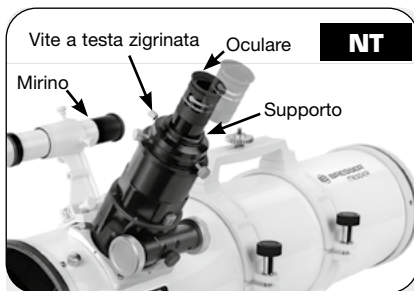

Fig. 10a: Inserire l'oculare nel supporto e serrare le viti a testa zigrinata.
10. Inserire l'oculare: Modelli NT (Fig. 10a): Sollevare e rimuovere il cappuccio antipolvere dal portaoculare sul gruppo foceggiatore. Mettere da parte il cappuccio antipolvere in un luogo sicuro e rimetterlo al termine delle osservazioni per proteggere il gruppo oculare. Allentare le viti a testa ziggrinata dell'oculare (1, Fig. 1a) e inserire l'oculare da 25 mm in dotazione (3, Fig. 1a) nel portaoculare. Serrare finché non si